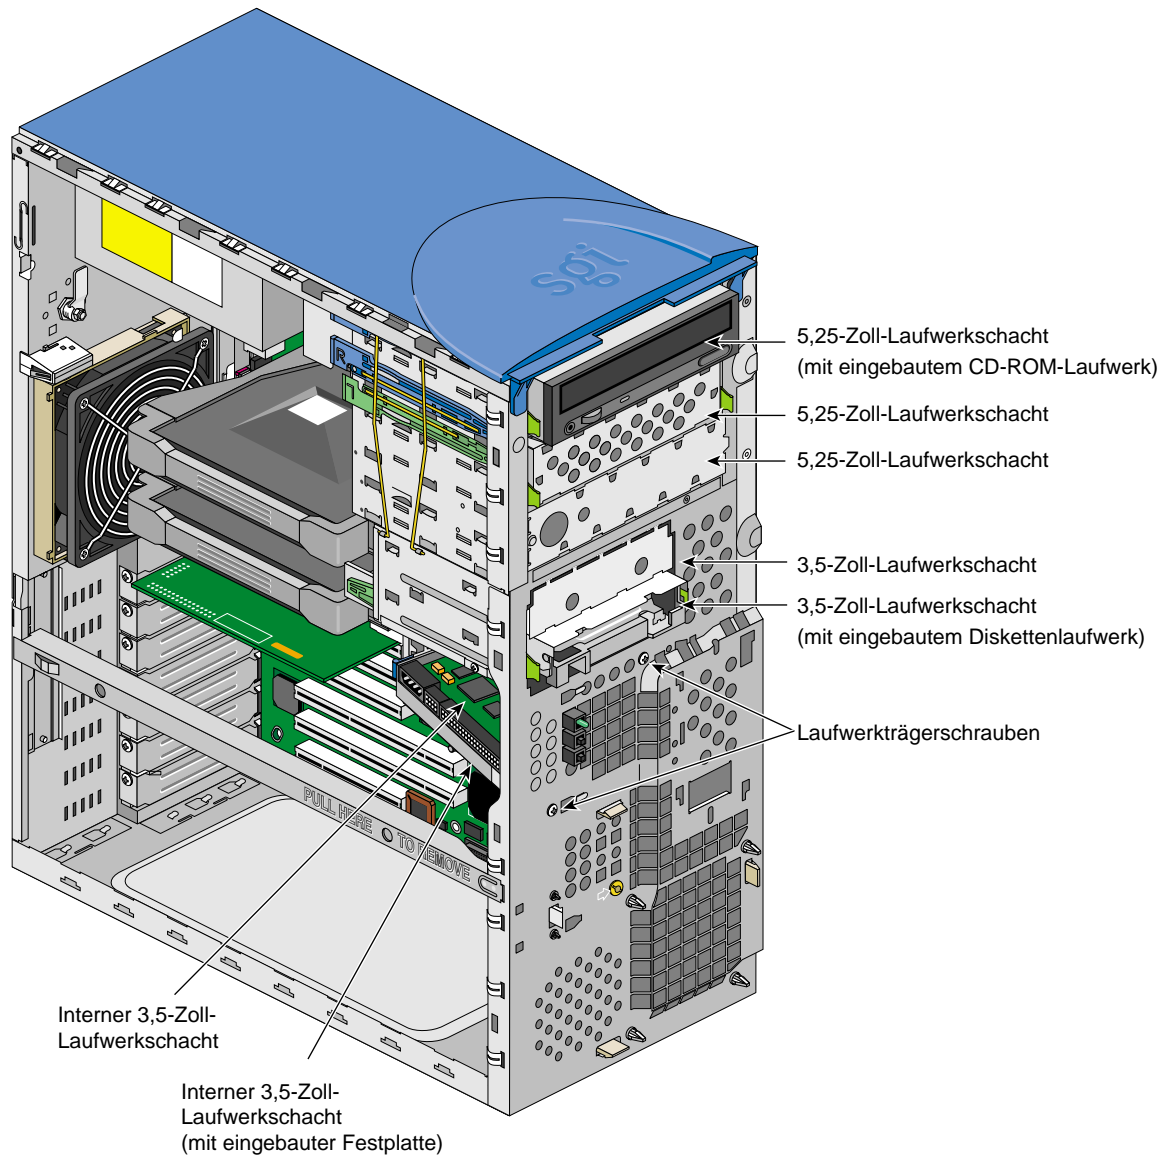

Abbildung 1-5 5,25-Zoll- und 3,5-Zoll-Laufwerkschächte
- Die Silicon Graphics 550 Visual Workstation verfügt über drei 5,25-Zoll- und vier 3,5-Zoll-Laufwerkschächte (siehe Abbildung 1-5). Alle drei 5,25-Zoll-Laufwerkschächte sind über die Vorderseite von außen zugänglich. Zwei der 3,25-Zoll-Laufwerkschächte befinden sich an der Vorderseite (hinter der Blende), die übrigen zwei befinden sich innerhalb des Gehäuses und sind nur von dort aus zugänglich.